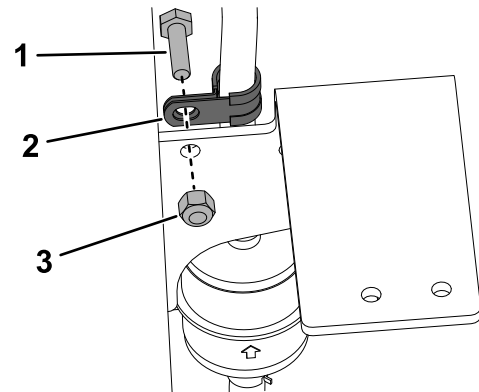

Bild 22
16. Befestigen Sie die R-Klemme an der Platte, wie in Bild 22 dargestellt.